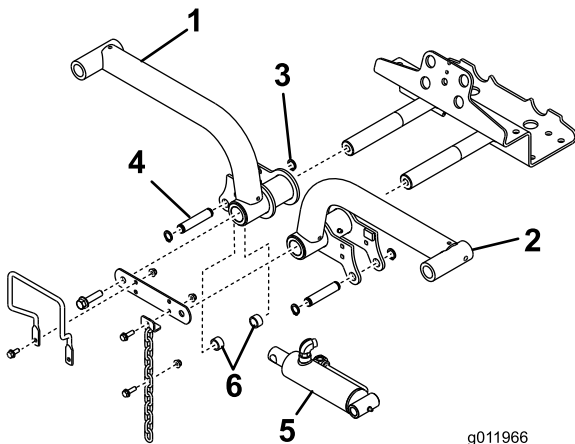

Figura 15
- Introduzca los brazos de elevación en los ejes pivotantes de los brazos de elevación (Figura 15), y sujete cada uno con una pletina de unión y los pernos que retiró anteriormente.
- Espaciadores (2)
- Sujete el extremo derecho del cilindro de elevación al brazo de elevación derecho con un pasador y 2 espaciadores (Figura 15). Sujételo con un anillo de retención.